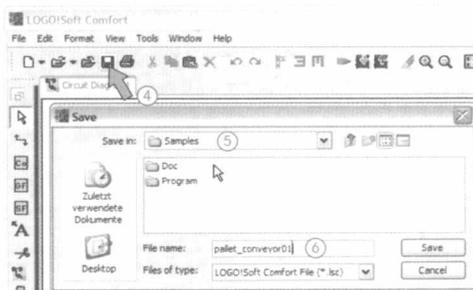

图 1-27 控制程序的存储
与通常的 Windows 操作一样,存储操作只需点击磁盘符号即可,如图 1-27 中④所示。